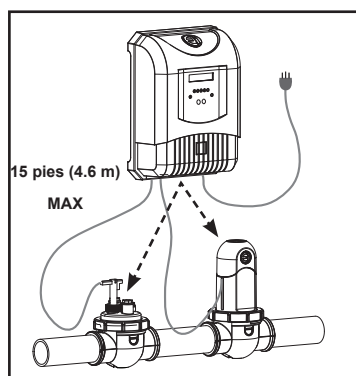

Figura 4. Requisitos de Instalación
2. Atornillar el soporte del suministro de energía en posición asegurándose de que no es más que 15 pies (4,6 m) de la celda (véase la Figura 4 y 5).